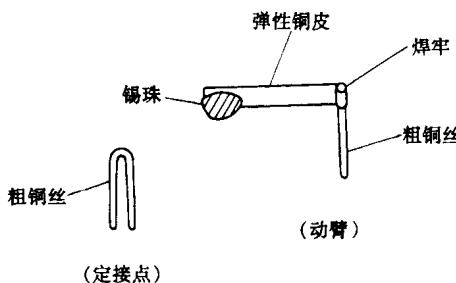

图 2-9
(9) 离心开关 S 需自制。首先制作开关的动臂和定接点。制作动臂时，从弹性薄铜皮上剪取宽约 2mm、长约 25mm 的一小条，一端焊上一个半粒绿豆大小的锡珠，另一端包卷在一截长约 15mm 的粗铜丝上并焊牢（见图 2-9 之右图）。定接点是用粗铜丝弯成倒 U 状而成，成形后的高度约 15mm（见图 2-9 之左图）。